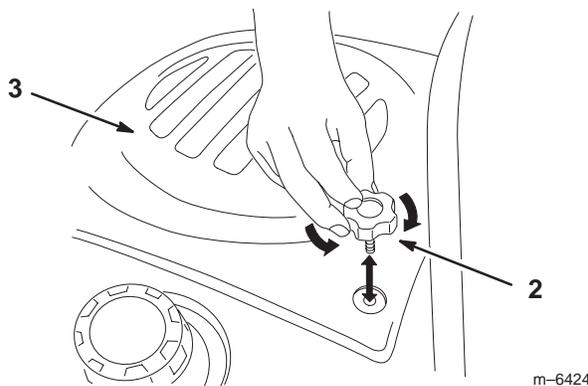

Figure 16
1. Pour déposer le capot, desserrez les boutons, tirez le capot en arrière puis soulevez-le (Fig. 16).
3. Remettez les boutons dans le capot du moteur (Fig. 16).